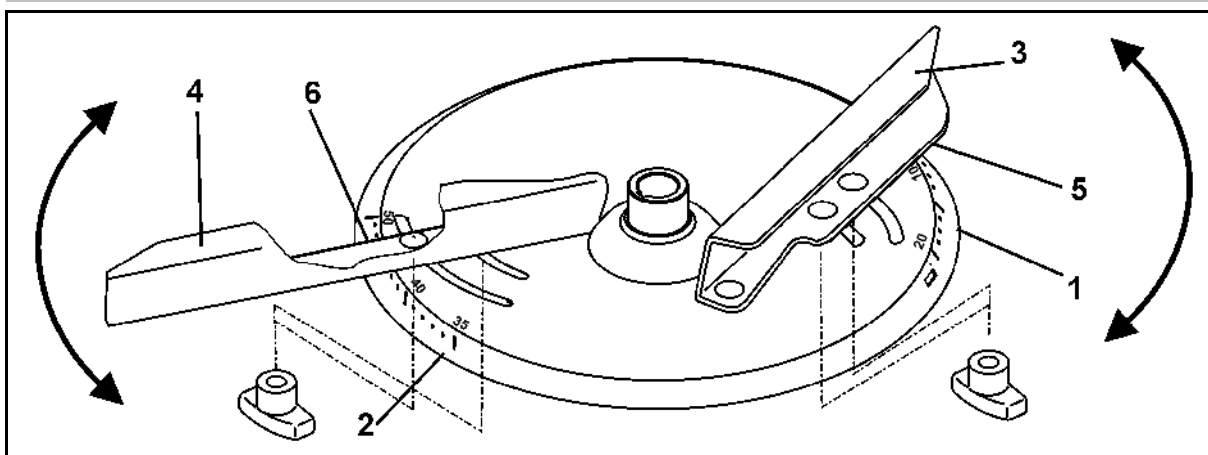

Fig. 69
2. Grøftspredning etter gjødsselforskrifter (Fig. 69):